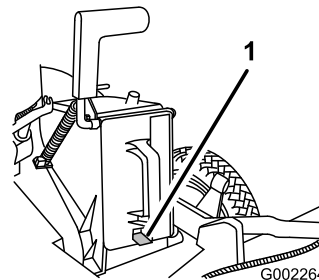

Figure 8
3. Poussez l'obturateur au maximum jusqu'à ce que le loquet à ressort situé au bas s'enclenche en position, et fixe fermement l'obturateur dans le conduit de l'éjecteur (Figure 8).